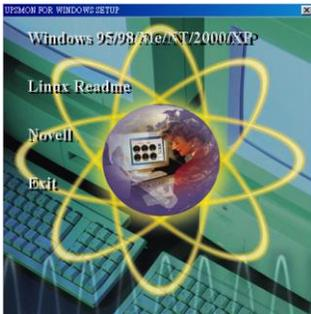

Fig 5.1
1. Legen Sie die UPSMON-CD in Ihr CD-ROM-Laufwerk ein. Das Installationsprogramm sollte automatisch starten und das Installationsmenü erscheint, wie in Abb. 5.1 gezeigt. Bitte wählen Sie das für Ihren Computer verwendete Betriebssystem aus und klicken Sie darauf. (Wenn Ihr Betriebssystem zum Beispiel Windows 98 ist, klicken Sie bitte auf das Element Windows 98/Me/2000/NT/XP.